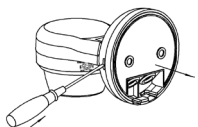

Figura 1
- Utilize uma ferramenta para retirar a tampa traseira (figura 1). Utilize as passagens com membrana para passar os cabos.